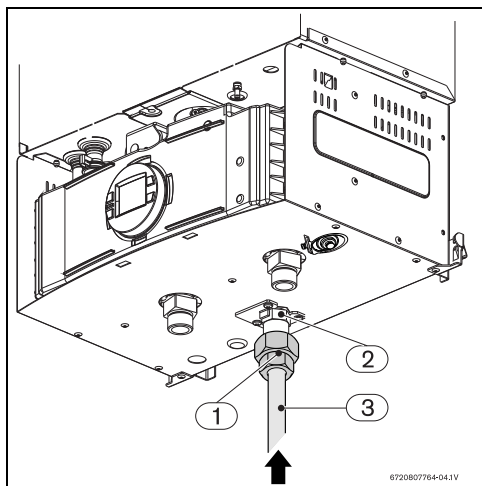

Fig. 26 Collegamento tubo di adduzione gas
- Per effettuare un collegamento tra la rete di erogazione del gas e lo scaldabagno, dev'essere utilizzato un raccordo da collegare al filetto in dotazione. Stringere il dado (Fig. 26 , pos. 1) presso il filetto di entrata gas (Fig. 26 , pos. 2) e realizzare il collegamento saldato tra il tubo (Fig. 26 , pos. 3) e la rete di erogazione.